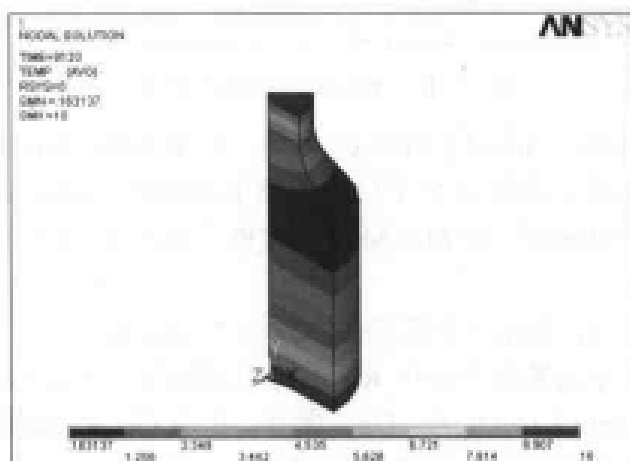

图 12-45 9120 秒后温度场分布等值线图
(3) 选择 Main Menu | General Postproc | Read Results | By Time/Freq 命令, 出现 Read Results by Time or Frequency 对话框, 在 TIME Value of time or freq 文本框中输入 9120, 其余选项采用默认设置, 单击 OK 按钮关闭该对话框。
(4) 选择 Main Menu | General Postproc | Plot Results | Contour Plot | Nodal Solu 命令, 出现 Contour Nodal Solution Data 对话框。选择 Nodal Solu | DOF Solution | Nodal Temperature, 单击 OK 按钮, ANSYS 显示窗口将显示如图 12-45 所示的 9120 秒后温度场分布等值线图, 此时最低温度为 0.163°C , 表明冰已经完全融化。